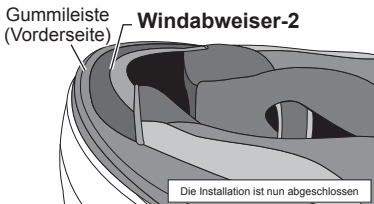

Abb.4
4. Setzen Sie das Zwischenfutter so ein, dass die Kante des Rahmengummis nahezu bündig mit dem Windabweiser-2 abschließt. Die Befestigung des Windabweisers-2 ist nun abgeschlossen (Abb.4).